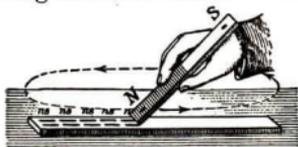

Abb. 281. Magnetisieren durch Streichen
1. Magnetisieren durch Streichen. Man nimmt an, daß in einem unmagnetischen Eisen- oder Stahlstück bereits die Molekularmagnete vorhanden sind, aber in solch großer Unordnung, daß sie nach außen keine Wirkung zeigen. Durch Darüberstreichen mit einem Pol (Abb. 281) werden sie aber geordnet, da der darüberstreichende Pol die entgegengesetzten Pole an sich zieht. Merke: